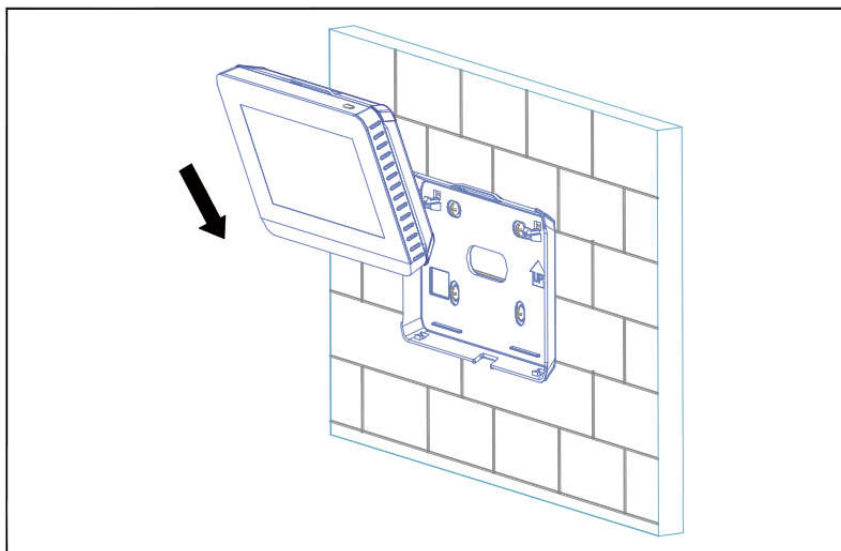

Abb. 5: Controller in die Rückplatte einschieben
3.1.4 Schieben Sie den Zentralcontroller in die beiden Halterungen im unteren Bereich der Rückplatte schräg ein, wie in Abb. 5 gezeigt.